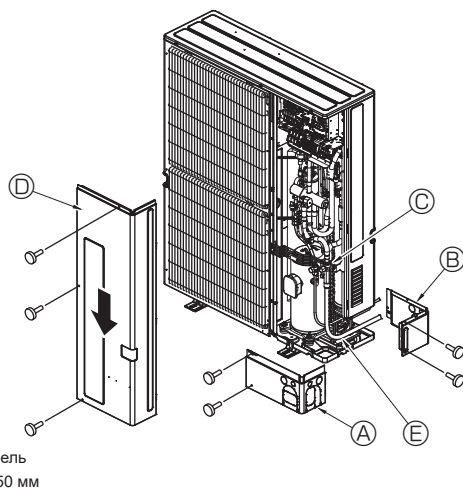

Fig. 4-8
4.5. Прокладка труб хладагента (Fig. 4-8)